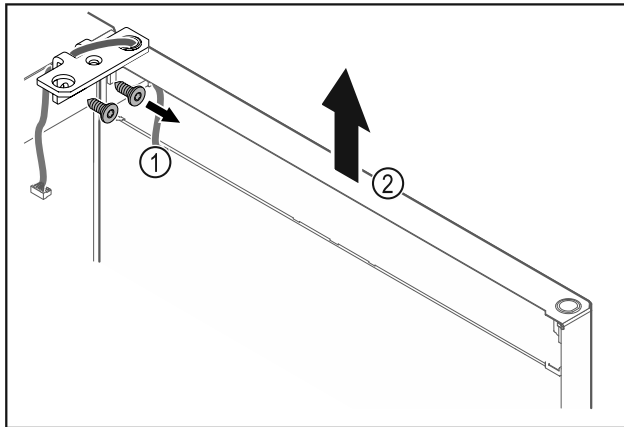

Fig. 18
- Scharnierwinkel Fig. 18 (1) abschrauben.
- Tür inklusive Scharnierwinkel Fig. 18 (2) circa 200 mm gerade nach oben heben und abnehmen.